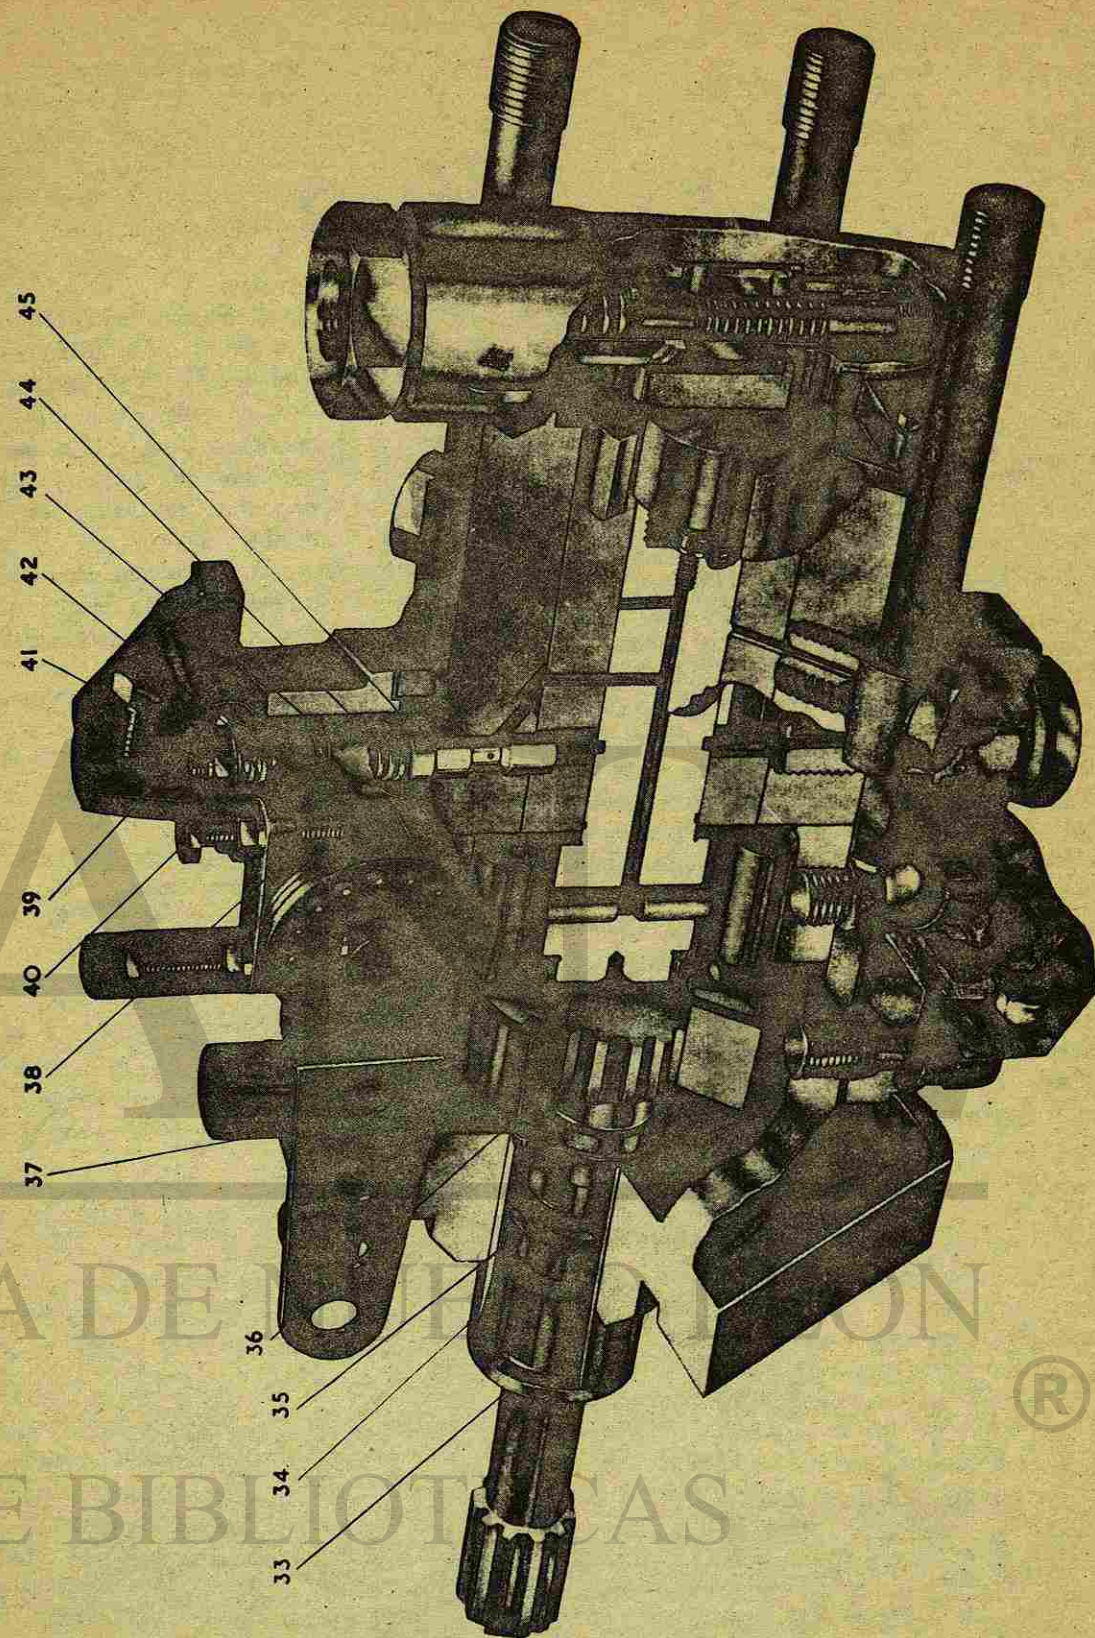
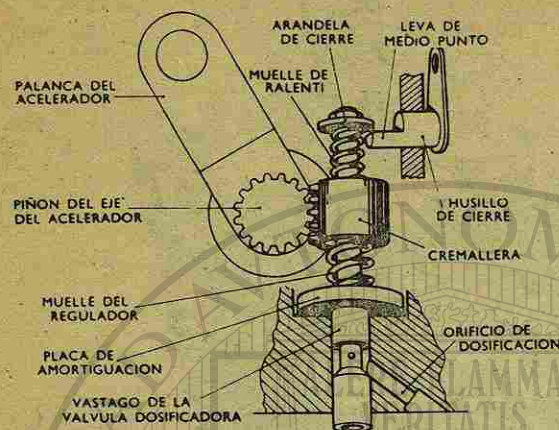
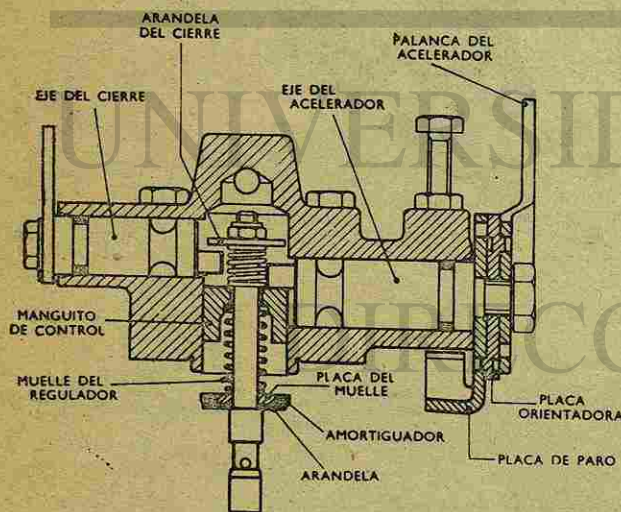

Fig. 16 Bomba con regulador reversible y dispositivo de avance
Fig. 17 Válvula dosificadora y husillo de cierre de regulador hidráulico del tipo de cremallera y piñón
Fig. 18 Regulador reversible
El eje estriado (33, Fig. 16), está alojado en un tubo centrador (34) oprimido dentro del cuerpo de la bomba. El extremo interior del eje engrana la placa de transmisión en el rotor de bombeo y distribución. En el extremo exterior, el eje está colocado por una brida que lo apoya sobre el tubo centrador y lo retiene un aro de retención (36). Dos retenes (35) están colocados en las estrías anulares del eje.
Tanto en el regulador de cremallera y piñón (Fig. 17) como en el de montaje reversible (Fig. 18), el principio de funcionamiento es similar, pero el método de actuación difiere. En el de tipo de cremallera y piñón, un piñón en el eje del acelerador engrana con una cremallera que se desplaza libremente sobre el vástago de la válvula dosificadora.
El elemento comparable en el regulador de montaje reversible (Fig. 18), es una excéntrica en el eje del acelerador que apoya en un manguito de control. Ambos reguladores cargan la válvula dosificadora por un muelle del regulador, y
El funcionamiento del regulador se realiza por la presión de trasiego del combustible alimentado desde la ranura anular (Fig. 16) alrededor del rotor de la bomba. El combustible pasa a través de los orificios transversales en la válvula dosificadora hueca a un espacio anular alrededor de la cintura de la válvula. El movimiento rectilíneo de la válvula varía la superficie del orificio de dosificación, que conecta a través de un taladro diagonal con el cabezal hidráulico. El área de eficacia o de dosificación es la porción del orificio descubierta por el borde más bajo de la ranura de la válvula dosificadora.
Cuando se acciona la palanca del acelerador (37, Fig. 16) para incrementar la velocidad del motor, la válvula dosificadora es impulsada hacia abajo, a la posición de abierta, por el muelle del regulador (44). La presión de trasiego aumenta con la velocidad del motor, y la válvula retrocede contra la presión del muelle del regulador, hasta alcanzar un estado de equilibrio.
El eje del acelerador (Fig. 17) pasa derecho a través de la carcasa del regulador. Un piñón mecanizado en el eje, engrana con una cremallera de recorrido libre en el vástago de la válvula dosificadora. El husillo de cierre está alojado en la carcasa y tiene una leva de medio punto que conecta el lado inferior de la arandela de cierre con el extremo del vástago de la válvula dosificadora. La rotación del husillo por la palanca de cierre, eleva la válvula dosificadora a una posición en que el orificio de dosificación está tapado, parando de este modo el motor. Un tornillo de paro de ralenti con muelle, entra en la carcasa formando un ángulo con el centro de la cremallera. El tornillo de ajuste de la velocidad máxima, penetra en la carcasa verticalmente y se adosa a una parte plana mecanizada en el eje del acelerador opuesto al piñón.
En este tipo (Fig. 18) una excéntrica en el eje del acelerador acciona un manguito deslizante de control situado en el vástago de la válvula dosificadora. El regulador puede montarse en la bomba en posiciones alternativas a 180°, con distintas disposiciones de la palanca del acelerador y de la de cierre, para adaptarse a las diferentes instalaciones. Una placa orientadora colocada entre la placa externa de paro y la palanca del acelerador, permite realizar modificaciones en la conexión, pudiéndose montar la palanca a 360° con espaciamentos de 1½°. Los tope de ralenti y velocidad máxima son externos en cada lado de la carcasa del eje del acelerador. En muchas versiones, la placa de tope está soldada al eje para evitar holgura de carrera. Otra variación menor consiste en un manguito de control más largo con una placa de resorte más simple (45, Fig. 16).